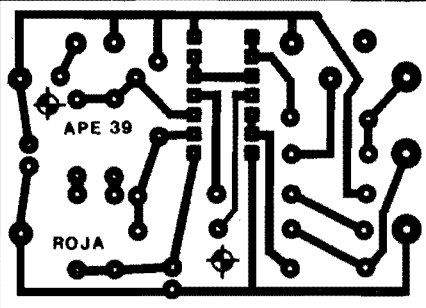

Fig. 2
- FIG. 2 - LAY OUT DO CIRCUITO IMPRESSO ESPECÍFICO - Como a quantidade de peças é reduzida, o próprio arranjo de ilhas e pistas apresenta suficiente "descomplicação" e baixo "congestionamento" para que sua realização fique ao alcance mesmo do Hobbyista ainda sem muita prática... Recomendam-se - certamente - os eternos cuidados, exaustivamente descritos em APE, para a traçagem, corrosão, limpeza, furação e verificação final do Impresso, tudo isso antes de começar as soldagens... Uma leitura atenta às INSTRUÇÕES GERAIS PARA AS MONTAGENS ajudará muito aos recém-Hobbyistas... Lembrar sempre que, mesmo partindo de componentes corretos e perfeitos, polaridades certas, soldagens perfeitas, etc., um circuito NÃO FUNCIONARÁ se o seu substrato, a placa de Impresso, tiver uma merdinha de um defeitinho (lapso ou "curto" nos caminhos cobreados), quase invisível a olho nú...
nar corretamente as peças para soldagem... Alguma duvidazinha que "sobrar" poderá ser sanada a partir de uma leitura ao TABELÃO APE, sempre encartado nas primeiras páginas da Revista, lá junto às INSTRUÇÕES GERAIS (também permanentes...). Como sempre, enfatizamos que os maiores cuidados devem ser dispensados à colocação dos componentes polarizados (Integrado, diodos, capacitores eletrolíticos), mas também a relação valor/posição das demais peças tem grande importância (se dois resistores - por exemplo - um de 10K e um de 10M tiverem suas posições trocadas, o circuito não funcionará...). Um lembrete: os terminais do trim-pot vertical são mais grossos do que a média das "pernas" das demais peças, necessitando assim de uma furação de maior calibre, na placa, para a devida inserção (observem, na fig. 2, que as "ilhas" destinadas aos pinos do dito trim-pot são mais "taludas", justamente para permitir furações de maior parâmetro). Algumas ilhas periféricas (junto